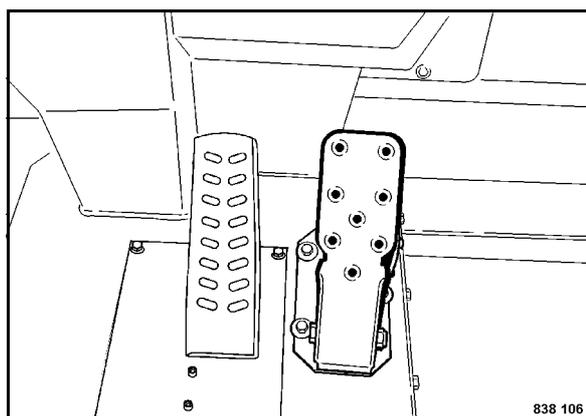

Fig. 68
- Lasciare l'acceleratore (Fig. 68).